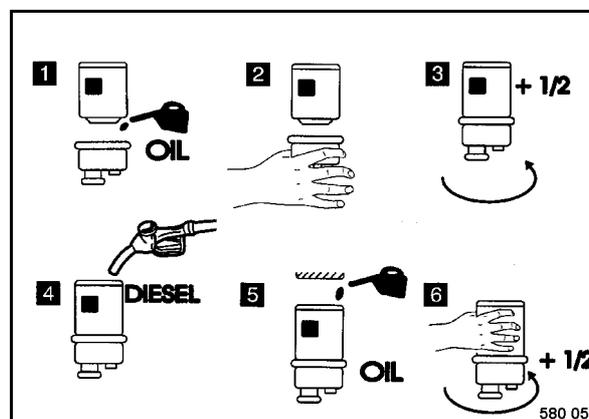

Fig. 187
- Oliare leggermente la guarnizione in gomma del separatore d'acqua (1) (Fig. 187)
- Avvitare a mano il separatore d'acqua (2) fino a quando la guarnizione non aderisce.
- Serrare il separatore d'acqua con un altro mezzo giro (3).
- Riempire la nuova cartuccia del filtro con carburante per motori diesel pulito (4).
- Oliare leggermente la guarnizione in gomma dell'elemento filtrante (5) ed avvitare a mano finché la guarnizione non aderisce.
- Restringere l'elemento filtrante con un altro mezzo giro (6).